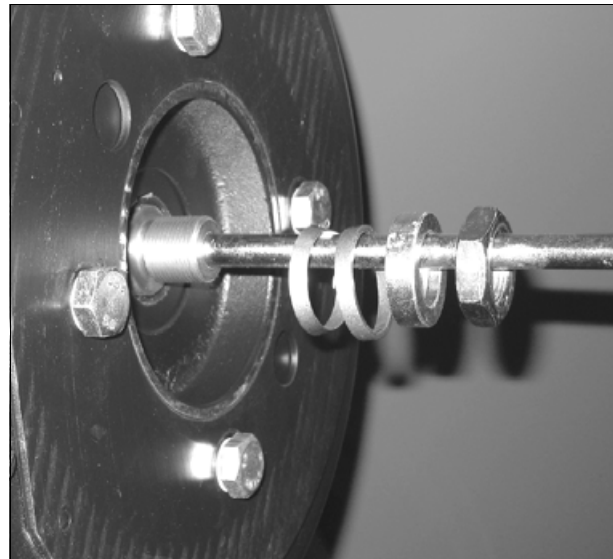

Рис. 6.
- Порядок установки различных деталей показан на рис. 6.